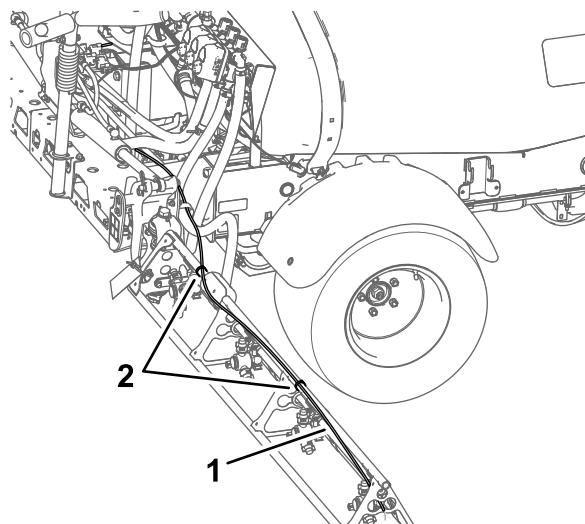

Figura 22
4. Disponete il gruppo tubi lungo il lato posteriore dell'asta di supporto superiore della sezione di irrigazione esterna, come illustrato nella Figura 22.
| 6. Fissate il gruppo tubi alla sezione di irrigazione esterna con fascette per cavi, come illustrato nella Figura 22 . | |